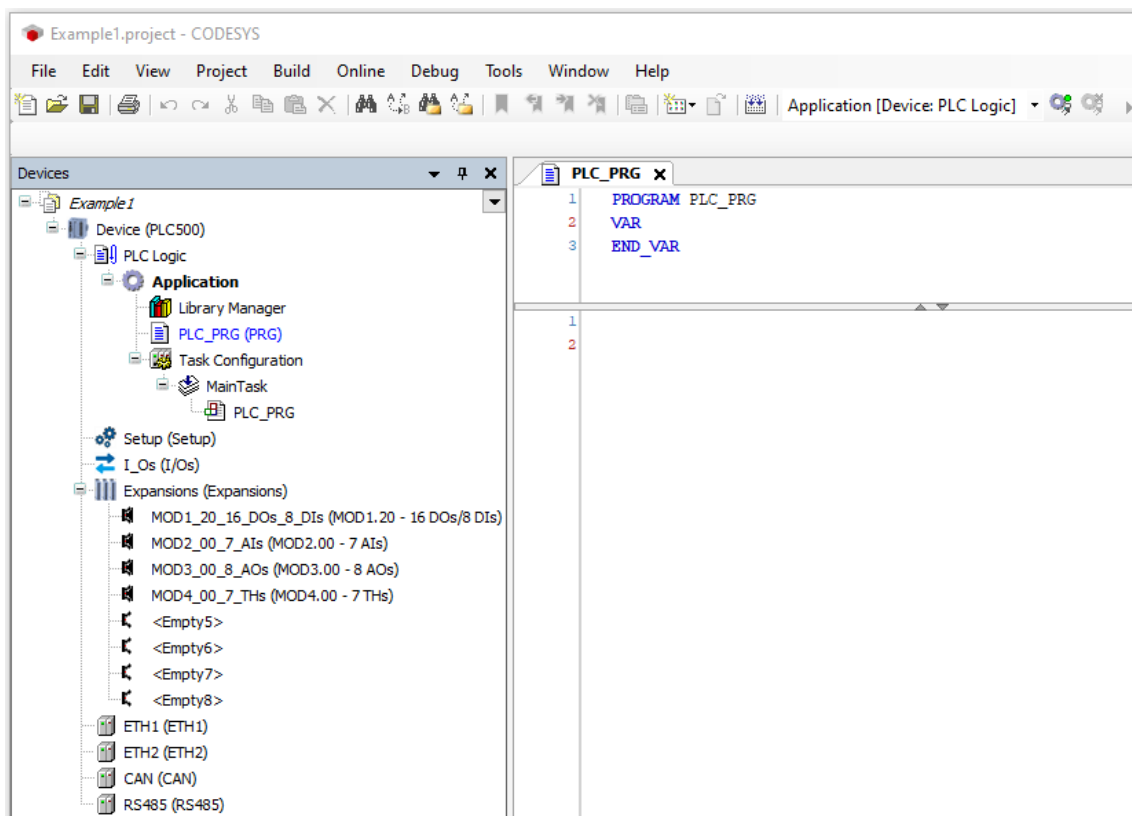

Figura 3.1: Aplicação Exemple1.
- Crie uma aplicação no software **CODESYS** destinada ao PLC500, utilizando a linguagem **ST** ou ladder, e inclua os módulos de expansão conforme ilustrado na Figura 3.1.